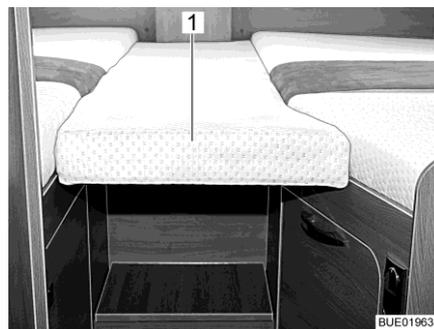
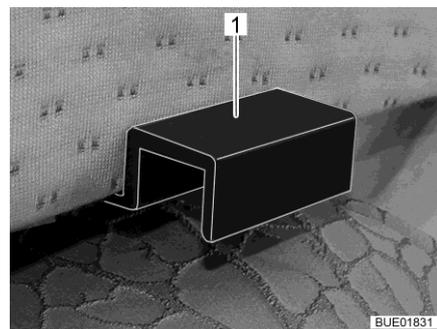

Fig. 172 Cuscino aggiuntivo
Fig. 173 Supporto cuscino aggiuntivo
- Agganciare il cuscino aggiuntivo (Fig. 172,1) con i supporti (Fig. 173,1) nei diaframmi del letto singolo, in modo che si formi una superficie utile chiusa.